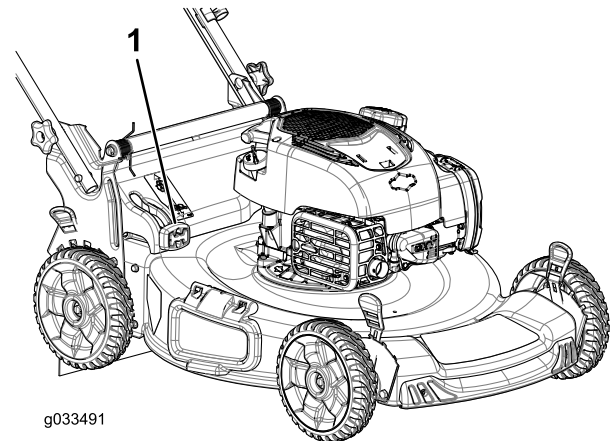

Figure 23
- **Pour ramasser les déchets d'herbe et de feuilles**, appuyez sur le bouton du levier de ramassage sur demande et déplacez le levier en avant jusqu'à ce que le bouton ressorte (Figure 23).